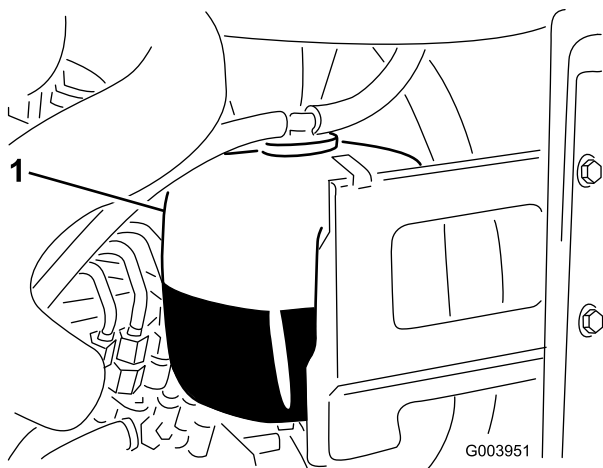

図 32
1. 液量の点検は補助タンクで行う(図 32)。タンク側面についている2本のマークの間であれば適正である。